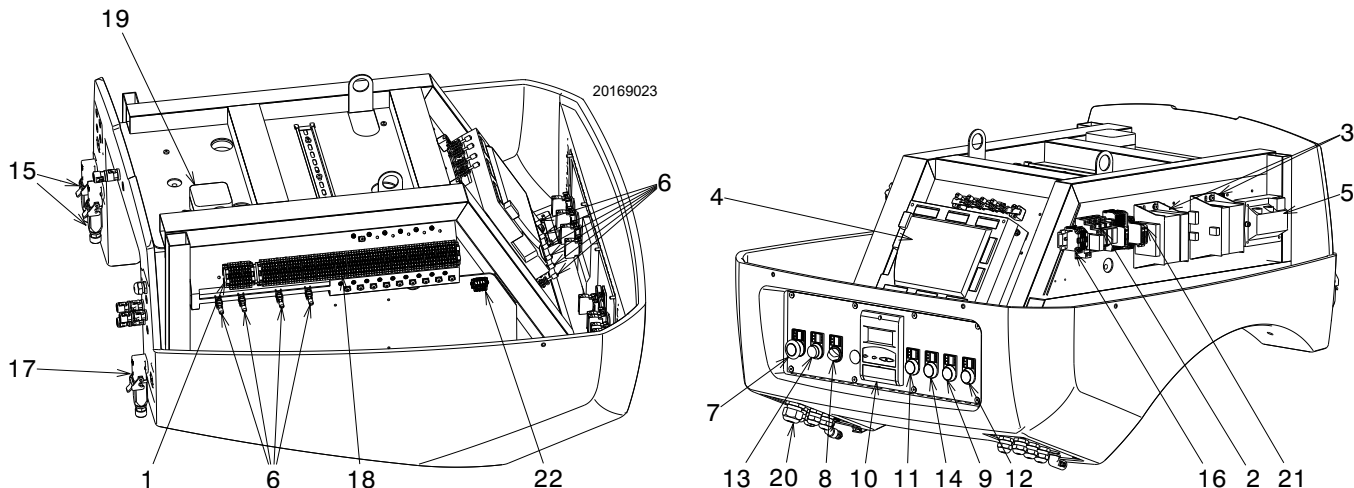

Fig. 5
► **Blocco controllo fiamma:** l'accensione del pulsante 13)(Fig. 5) (**led rosso**) avverte che il bruciatore è in blocco. Per sbloccare premere il pulsante 13)(Fig. 5).